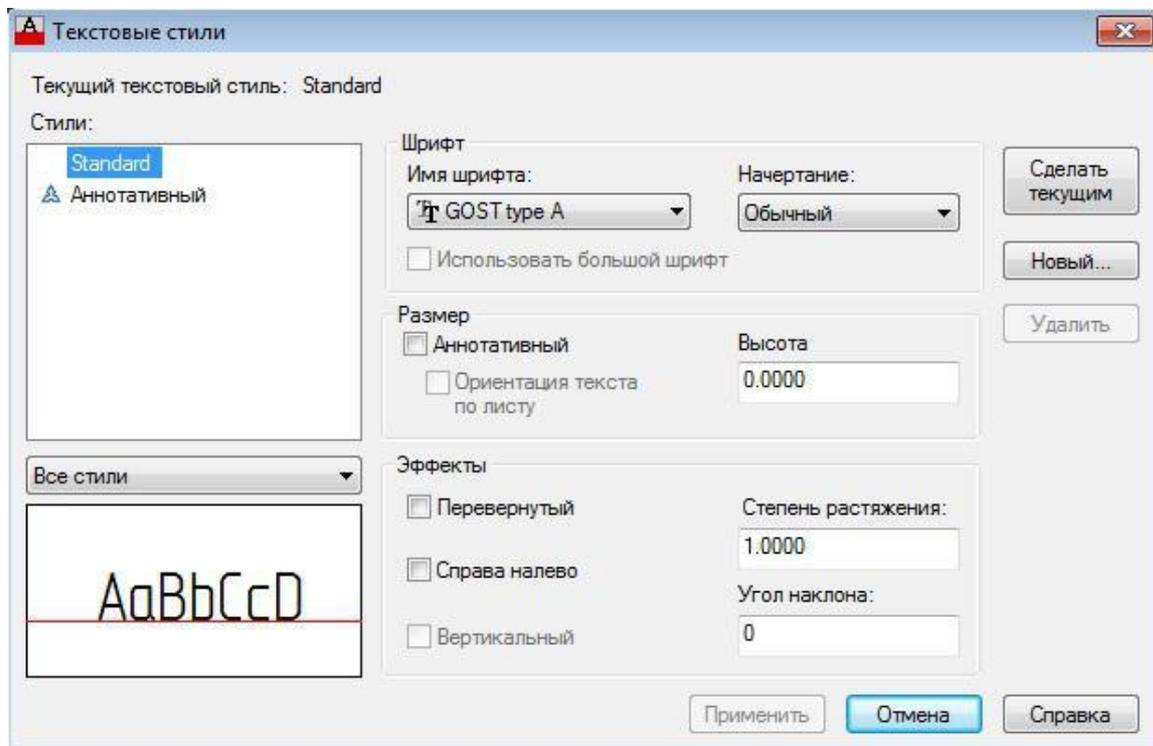

Рис. 1.17. Окно **Текстовые стили**
1. На экран выводится окно **Текстовые стили (Text Style)** (рис. 1.17). Рекомендуется выбрать имя шрифта **GOST Type B**. При этом стандартной ширине соответствует значение коэффициента 1 (т. е. не происходит ни растяжения, ни сжатия).